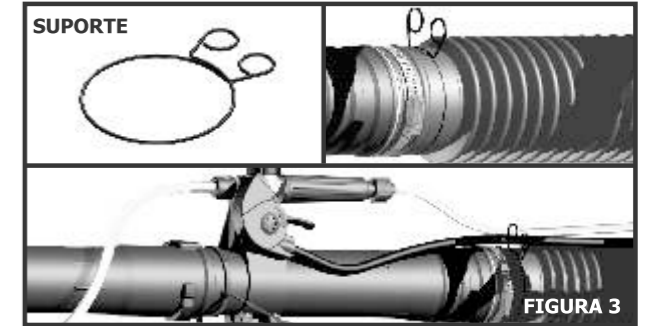

FIGURA 3
**Comando Unificado (H):** para mayor facilidad de montaje (Figura 3), este componente es entregado con un cable eléctrico y una manguera de líquido conectados. Después de realizado todo el proceso de montaje del ítem 4.1, coloque el equipo en la espalda y ajuste la posición del comando unificado ("Joystick"), deslizando hacia adelante o hacia atrás, de acuerdo con la figura 3, hasta encontrar la posición más confortable para la operación. Finalmente, apreté los tornillos del soporte del comando unificado (H), con un destornillador de estrella (contenido en el kit), para así dejarlo en la posición definitiva.